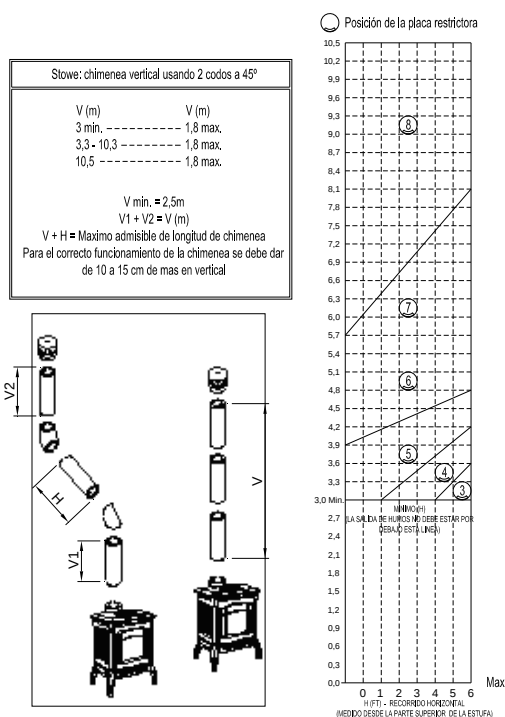
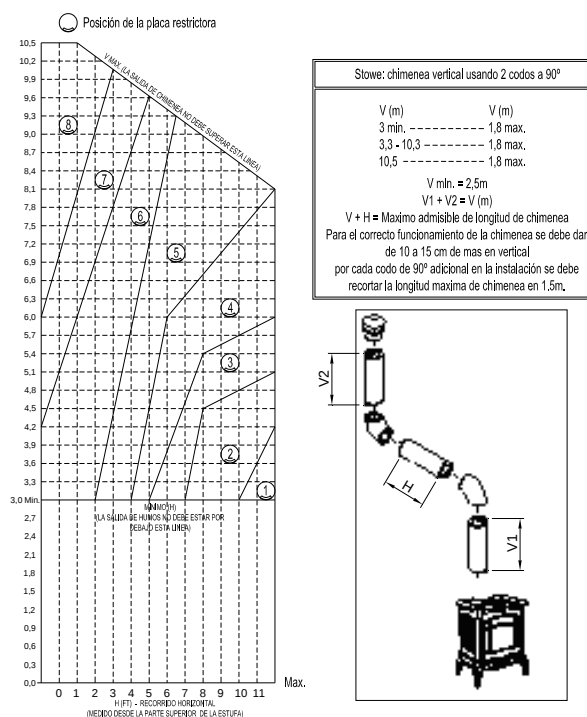

Figura 12: Terminaciones verticales usando conductos rectos.
Figura 13: Terminaciones verticales usando (2) codos a 90°.
CONFIGURACIONES APROBADAS PARA EL TIRO DE TERMINACIÓN VERTICAL SIN CODOS O (2) DOBLES CODOS A 45° (FIGURA 12) Y (2) CODOS A 90° (FIGURA 13).
- Resalte máximo de 180 cm (consulte la Figura 12).
- Resalte máximo de 350 cm (consulte la Figura 13).